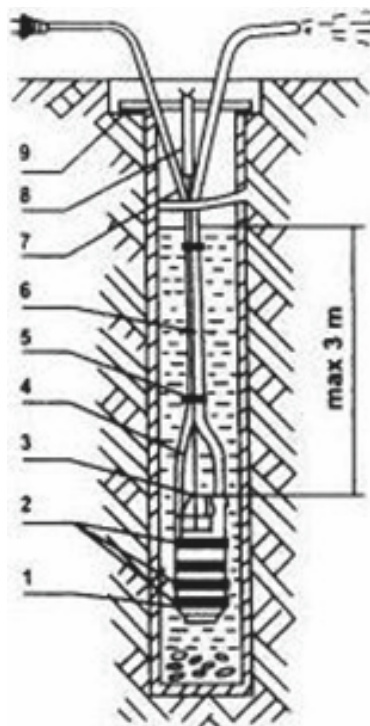

рис. 2
1. Присоединить к напорному патрубку (рис.1-п.3) шланг (рис.2-п.6) и закрепить его хомутом или проволокой (рис.2-п.3). Для подсоединения к насосу использовать только гибкие шланги из резины или пластмассы с внутренним диаметром 15мм. Применении шлангов меньших диаметров создает дополнительную нагрузку на насос. Установка шлангов больших диаметров на рабочие показатели насоса не влияет.
2. Прикрепить к насосу через проушину (рис.1-п.4) нейлоновый трос (рис.2-п.4). Узел, закрепляющий трос, во избежание его засасывания в насос расположить не ближе 10 см от входных отверстий (рис.1-п.2) в стакане. Кончики троса оплавить.
Допускается использовать стальной трос или проволоку, соединяя их только через нейлоновый трос длиной не менее 5 м, прикрепленный к насосу. Крепление стального троса или проволоки непосредственно к проушинам насоса приводит к их немедленному разрушению. При установке насоса в неглубоких колодезях с длиной троса менее 5 м крепление троса к перекладине необходимо производить через пружинящую подвеску (рис.2-п.8), так как насос должен свободно вибрировать. Упругая установка приводит к выходу насоса из строя. Для пружинящей подвески могут быть применены полосы из мягкой резины, выдерживающие соответствующую нагрузку.
3. Шнур питания (рис.2-п.7), шланг и нейлоновый трос скрепить вместе липкой изоляционной лентой (рис.2-п.5) или другими связками (кроме проволоки) через промежутки 1-2 м. Первую скрепку сделать на расстоянии 20-30 см от корпуса насоса.
5. Опустить насос под воду, проследив, чтобы шнур питания не натягивался, и закрепить трос за перекладину или другое удерживающее устройство (рис.2-п.9).
Техническое обслуживание включает профилактический осмотр насоса. В обязательном порядке проводить первоначальный осмотр насоса через 1-2 часа его работы. Последующие осмотры через каждые 100 часов работы, но не реже одного раза в три месяца. На насосе, работающем в скважине, при наличии следов истирания на корпусе, следует поправить защитное кольцо (рис.2-п.2). При необходимости установить дополнительные кольца, вырезав их из резины. Наличие следов трения на корпусе под шнуром питания указывает на его чрезмерное натяжение при установке насоса, что может привести к обрыву токоведущих жил. При последующей установке исключать натяжение шнура питания. При каждом подъеме насоса необходимо проверять состояние затяжки гайки в верхней части корпуса.